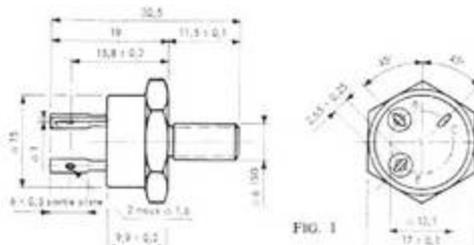

FIG. 1
- Utilisation : amplificateur de puissance - Commutation de puissance. Le brochage de ces transistors est indiqué figure 1.